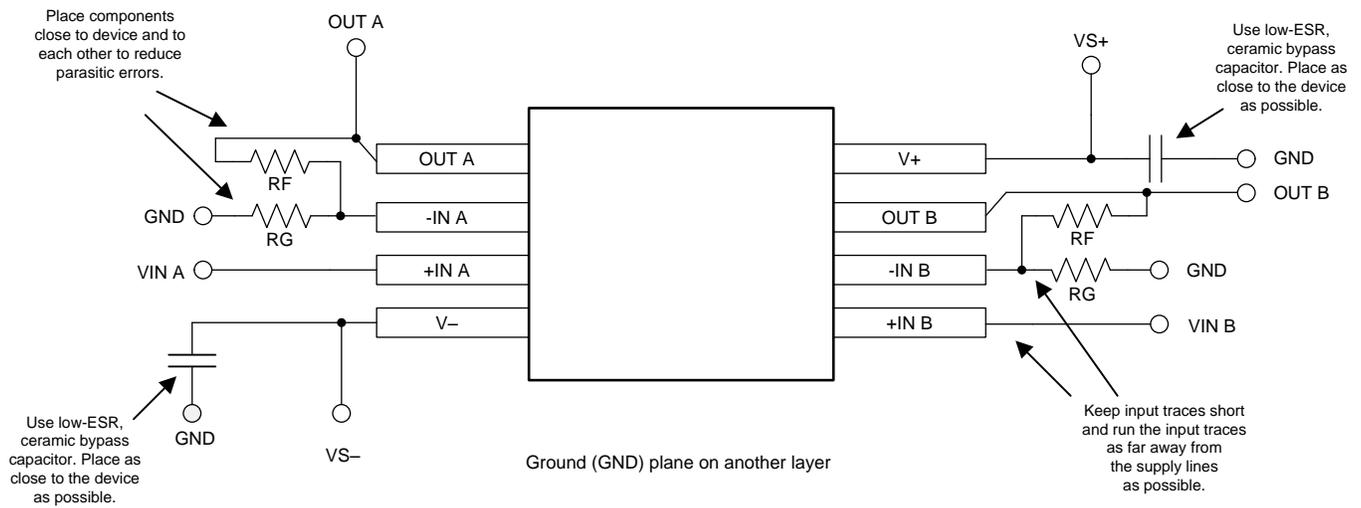

图 46. 布局示例
- 外部组件的位置应尽量靠近器件。如图 46 所示，使 RF 和 RG 接近反相输入可最大限度地减小反相输入端的寄生电容。